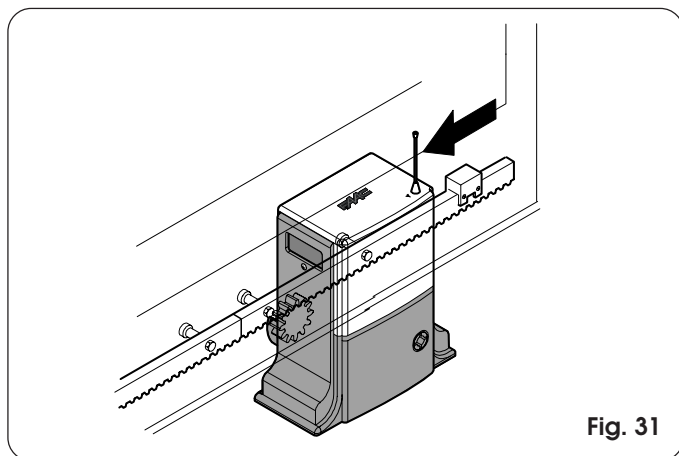

Fig. 31
- Fare scorrere il magnete sulla cremagliera (Fig. 31) fino a vedere lo spegnimento del led 1 sulla scheda elettronica (Fig. 29).